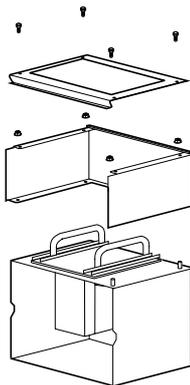
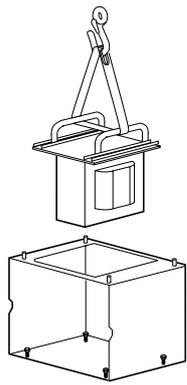

Рис. 2
Рис. 3
- 1 Разберите элементы дросселя (рис. 2) и извлеките дроссель с помощью тали (рис. 3)
- 2 Снимите фиксирующие винты (рис. 3), крепящие дроссель к поддону